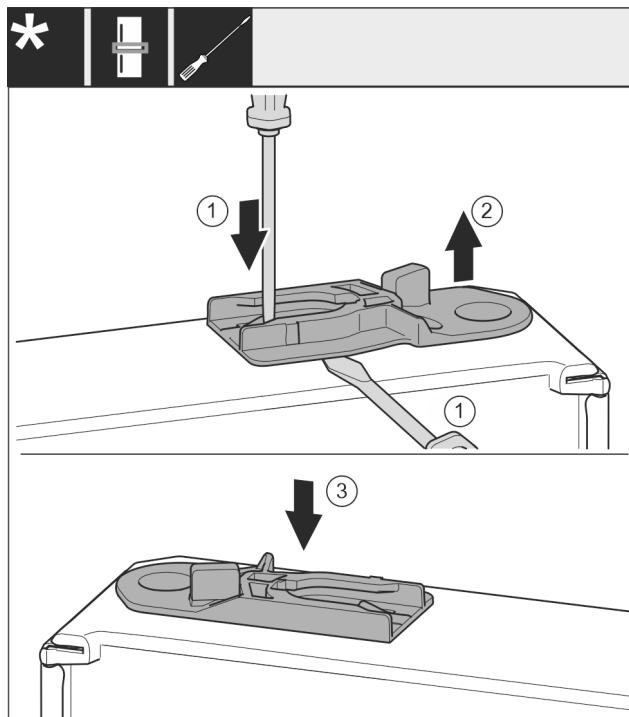

Fig. 38
- ▶ Витягніть направляюче гніздо: Натисніть шлицевою викруткою накладку і одночасно підведіть її під направляюче гніздо. Fig. 38 (1, 2)
- ▶ Направляюче гніздо, що входить до складу поставки, вставити з іншого боку корпусу. Fig. 38 (3)